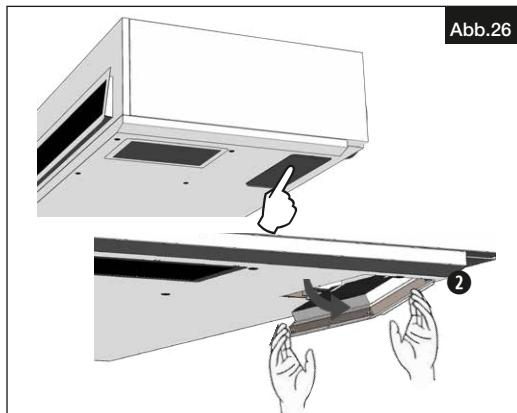
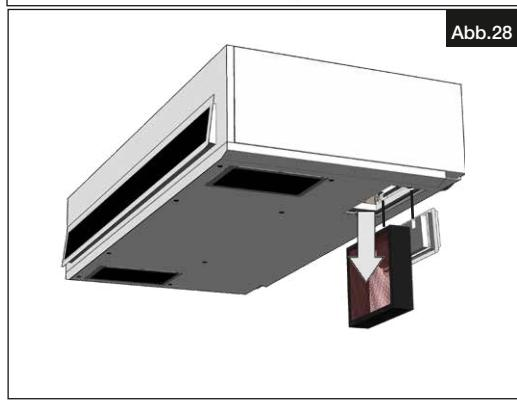

Abb.26
Abb.28
- Mit den Fingerspitzen unter den Halter ② fassen. Den Deckel öffnen. Filter herausnehmen und durch neuen Filter ersetzen (s. Abb.26-Abb.28).